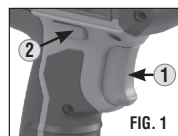

FIG. 1
**BOTÓN DE ACCIONAMIENTO HACIA ADELANTE/ATRÁS/BLOQUEO DEL GATILLO ② (FIG. 1):** El botón tiene tres posiciones: posición de accionamiento hacia adelante (para cortar cables), posición de accionamiento hacia atrás (para retraer la cuchilla) y posición de bloqueo (bloquea el funcionamiento de la herramienta en ambas direcciones).